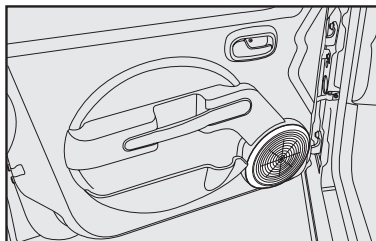

fig. 96
- dos altoparlantes full-range delanteros de 6" con 20 W RMS de potencia **fig. 96**.